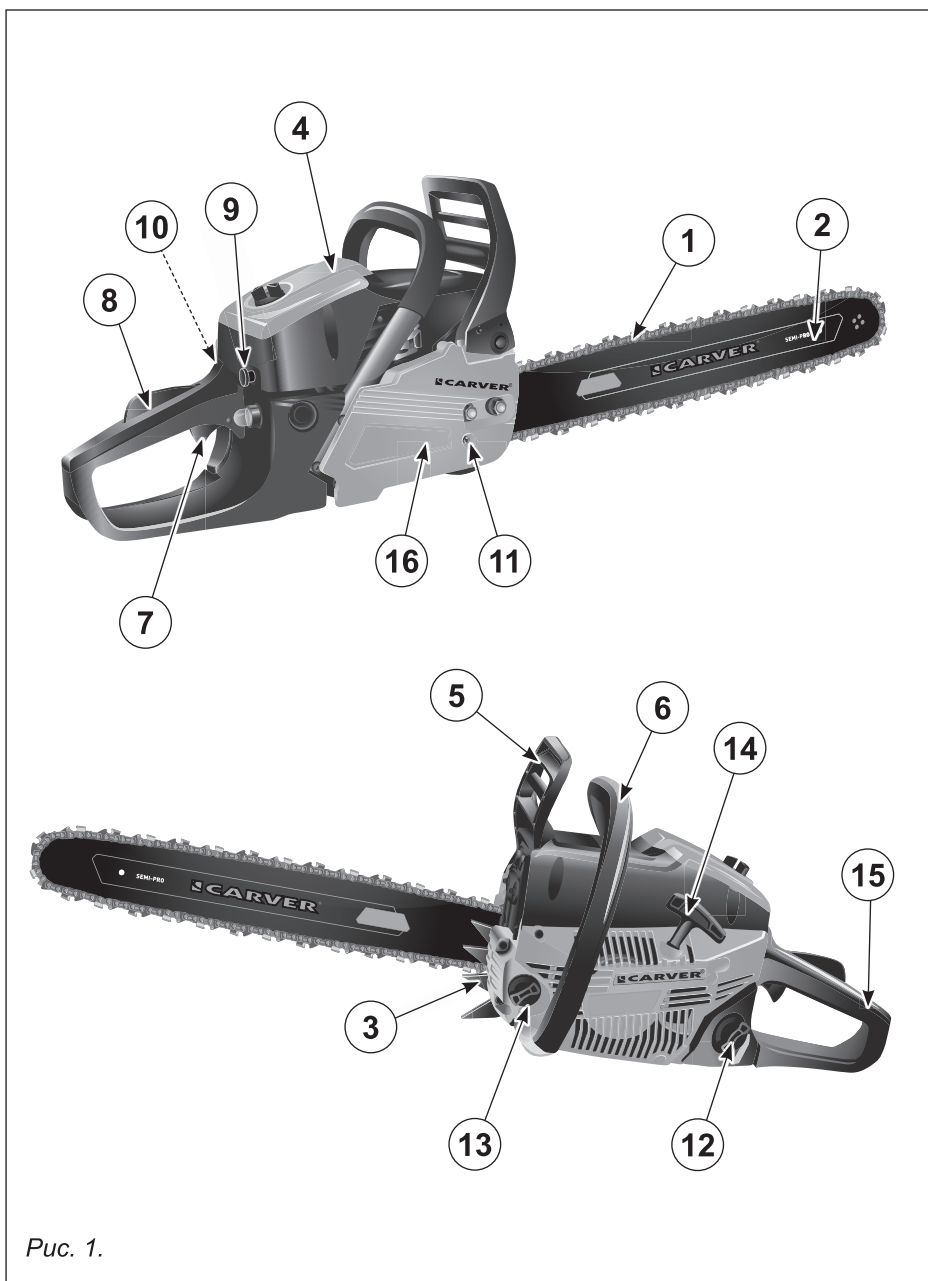

Рис. 1.
3. ОБЩИЙ ВИД (рис. 1)
Описание (рис. 1):